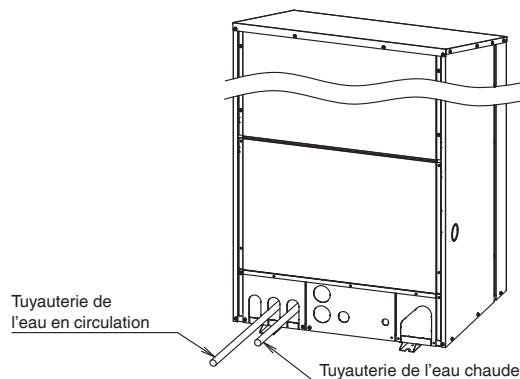

Fig. 15 Entrée et sortie de la tuyauterie d'eau
- La tuyauterie d'eau peut être raccordée par l'avant de l'unité en cascade comme illustré à la Fig. 15.